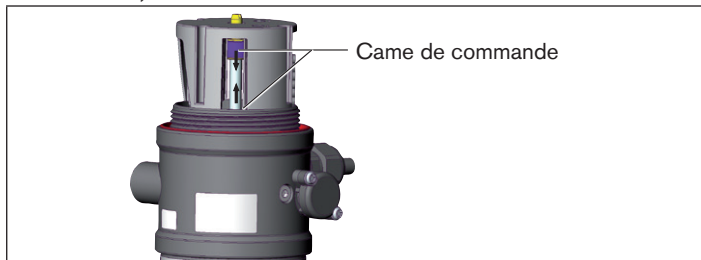

Fig. 26 : Réglage du microrupteur ou des fin de courses
- Si nécessaire, il est encore possible d'effectuer l'ajustage fin des points de commutation : Déplacer les cames de commande en direction du centre à l'aide d'un tournevis (voir « Fig. 26 »)